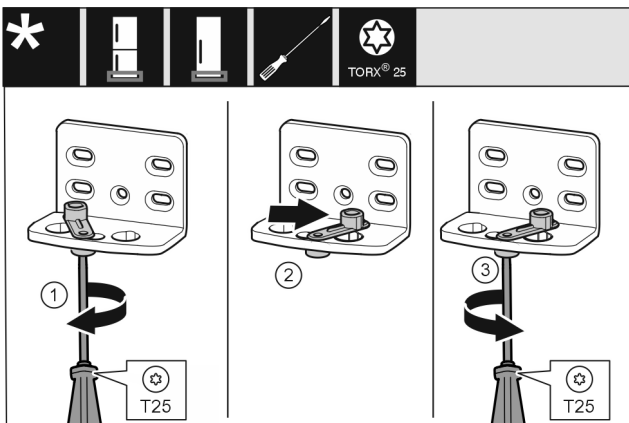

Fig. 14
- Schraube mit Schraubendreher T25 lose schrauben. Fig. 14 (1)
- Türschließhilfe anheben und um 90° nach rechts in Bohrung drehen. Fig. 14 (2)
- Schraube mit Schraubendreher T25 festschrauben. Fig. 14 (3)